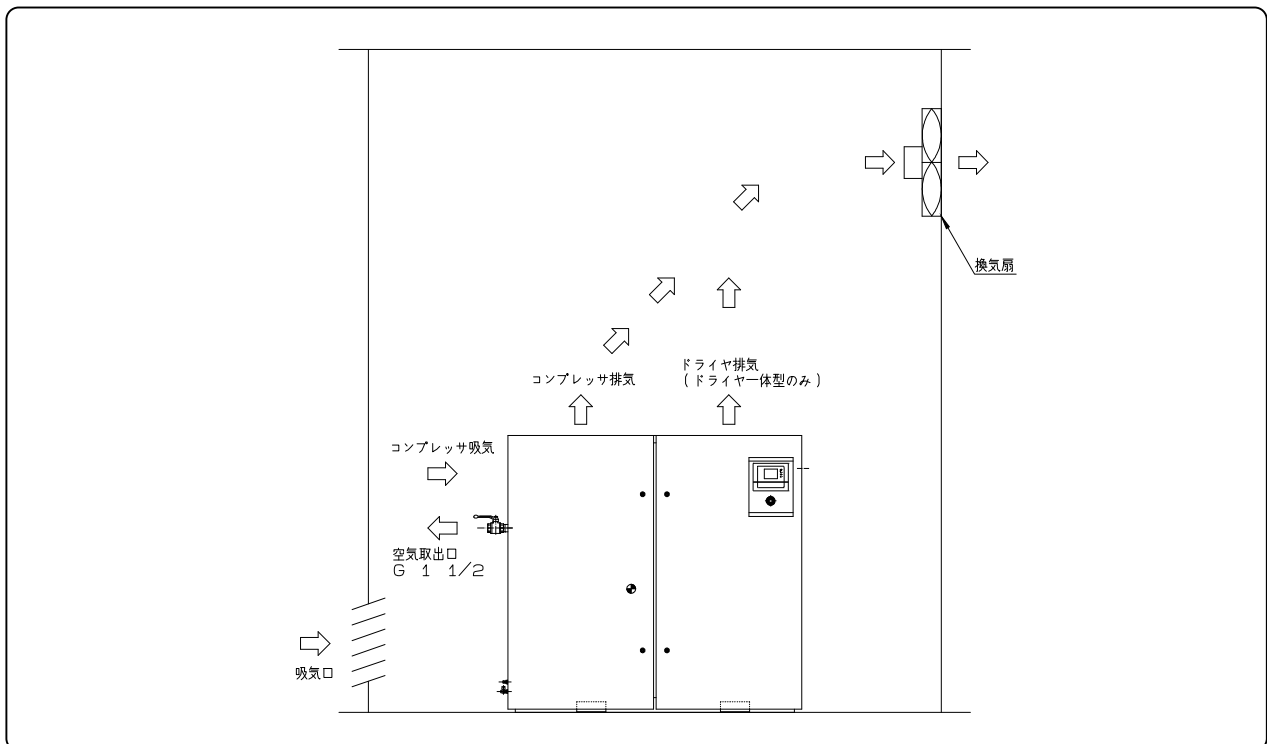

図4.4 全体換気
- 2) この数値は、排気側の抵抗が無い場合を示しています。換気扇の選定にあたっては、下表の風量以上のものを選定してください。全体換気の概略は図4.4をご参照ください。